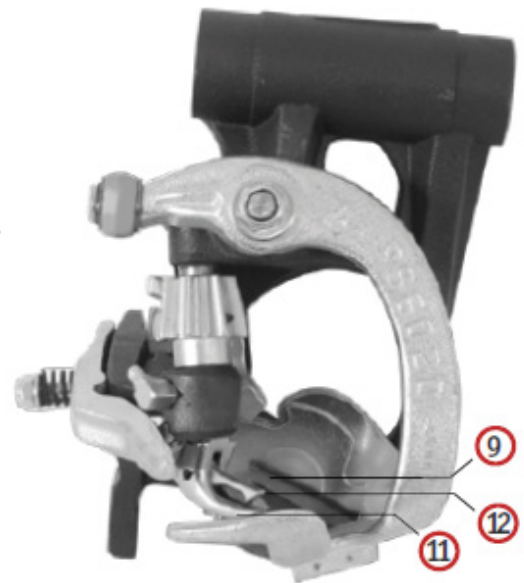

Fig.6
6. Los nudos están en el pico del anudador (Fig. 6- partes 11/12). En este caso:
- a) Verifique el filo del cortador (Fig. 6 parte 9) . Si no está afilado, por favor replácelo.